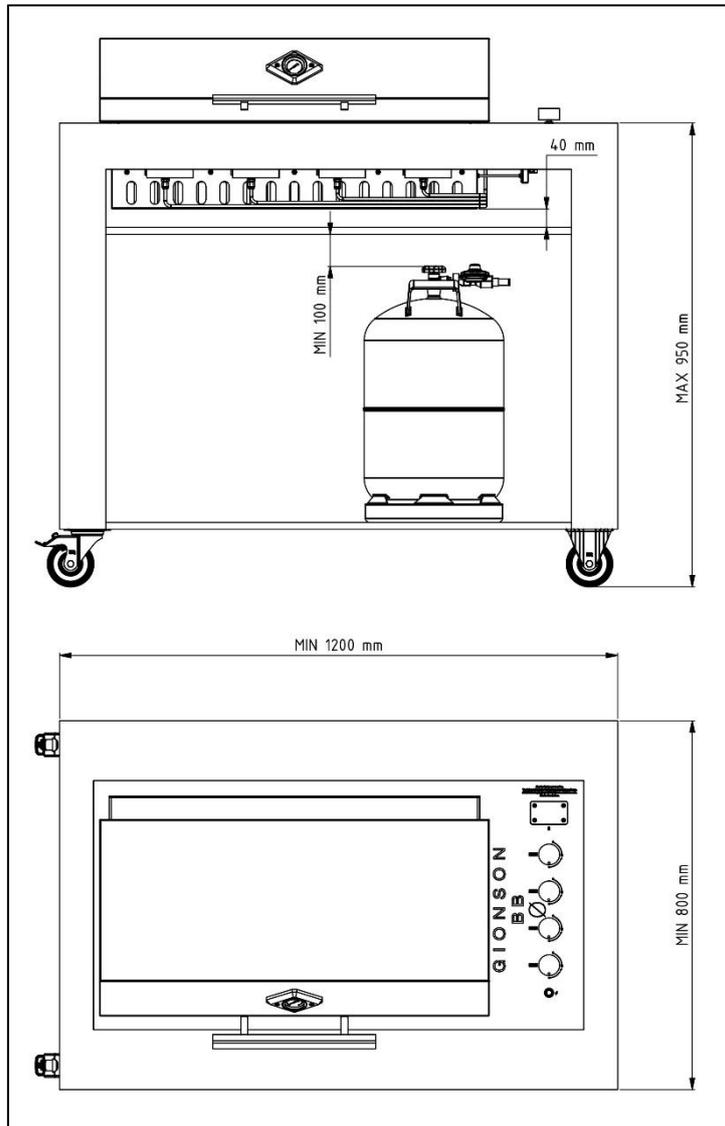

Imagen 2
- Este aparato debe estar ventilado. La rejilla de ventilación puede colocarse en dos posiciones alternativas: en la parte frontal bajo la encimera o en la barrera ignífuga bajo la parrilla. Consulte las ilustraciones (según la Fig. 2) para conocer las opciones de ventilación alternativas y la posición
- Si la parrilla se instala en un mueble móvil, el tamaño mínimo del mueble debe ser LWD: 1200mm/800mm/950mm (según la fig. 2) y el mueble debe tener 4 ruedas, 2 de las cuales deben ser resistentes a la rotura. Las ruedas deben fijarse al borde exterior del mueble.